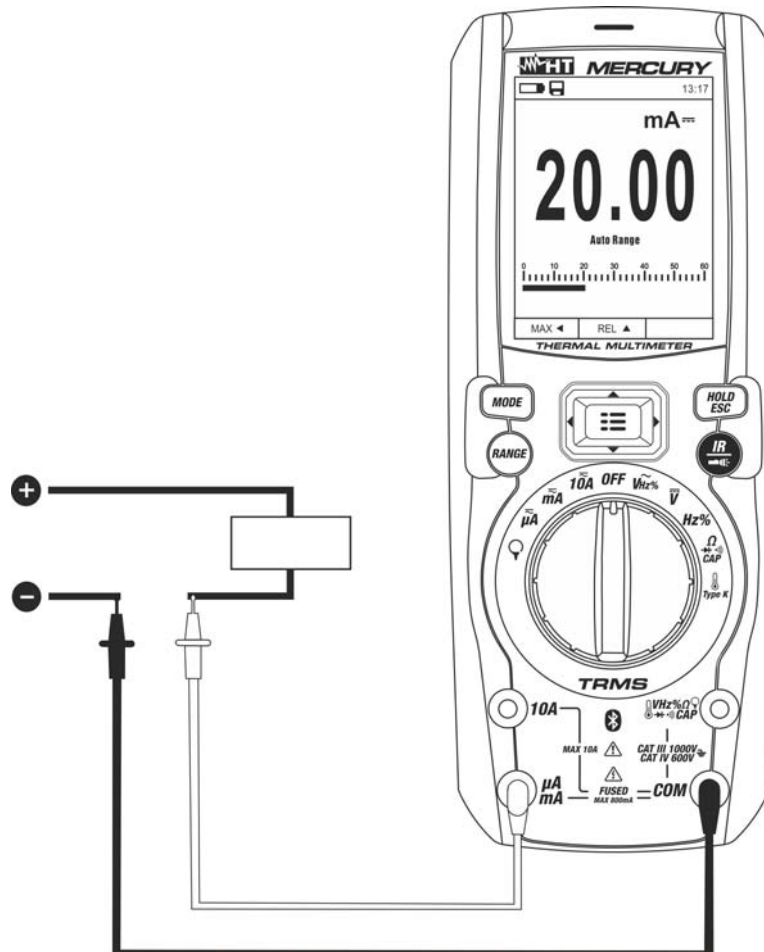

Fig. 28: Uso do instrumento para a medição de Correntes CC e CA+CC
4. Conectar a ponteira vermelha e a ponteira preta em série com o circuito do qual se pretende medir a corrente respeitando a polaridade e o sentido da corrente (ver Fig. 28)
8. A visualização do símbolo "-" no display do instrumento indica que a corrente tem sentido oposto em relação à conexão da Fig. 28